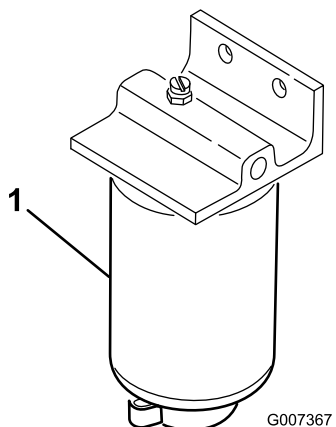

Figura 30
1. Coloque un recipiente limpio debajo del filtro de combustible(Figura 30).